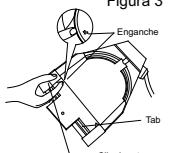

Figura 4
- 1.Coloque la unidad con la parte frontal hacia usted e incline la lente (Figura 4)
- 5.Presione el enganche con el dedo para liberar la lente ( Figura 4 ).